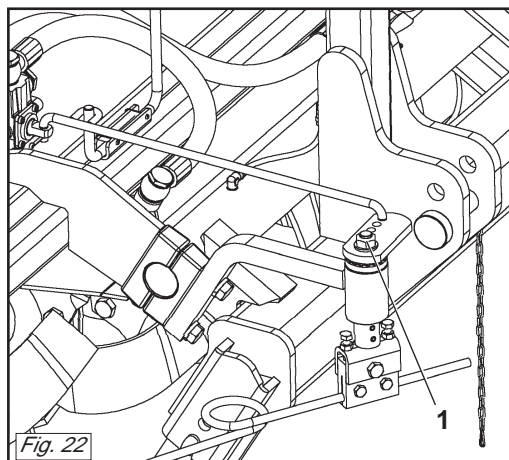

Fig. 22
- Allentare il dado del perno porta tastatore (1 Fig. 22).
- Serrare a fondo il dado del perno porta tastatore (1 Fig. 22).
- *Loosen the nut of the pin holding the feeler (1 Fig. 22).*
- *Fully tighten the nut of the feeler holding pin (1 Fig. 22).*
- Die Mutter (1 Abb. 22) der Gewindestange, die den Taster trägt, lockern.
- Die Befestigungsmutter (1 Abb. 22) der Gewindestange wieder anziehen.
- *Desserrez le écrou de l'axe fileté porte-palpeur (1 Fig. 22).*
- *Serrez à fond le écrou de l'axe porte-palpeur (1 Fig. 22).*
- Aflojar la tuerca del perno roscado porta-palpador (1 Fig. 22).
- Ajustar bien la tuerca del perno porta-palpador (1 Fig. 22).